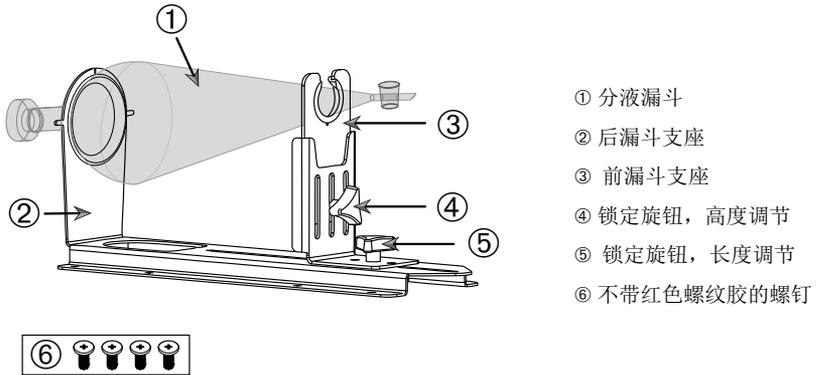

图 92: 分液漏斗夹具装配
3. 使用分液漏斗夹具随附的螺钉将分液漏斗夹组件固定在平台上(图 91 和图 92 中的 ⑥)。